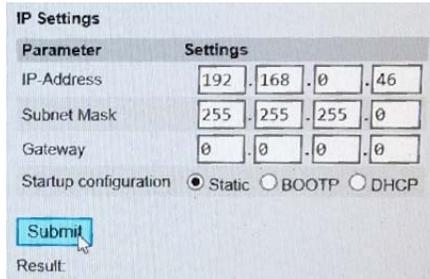

Figure 11 Fenêtre de l'adresse IP
- Dans le champ IP settings, saisir l'adresse IP de la pompe en cours de programmation. Ensuite, cliquer sur le bouton *SUBMIT* (1 – Envoyer). Voir la Figure 11.